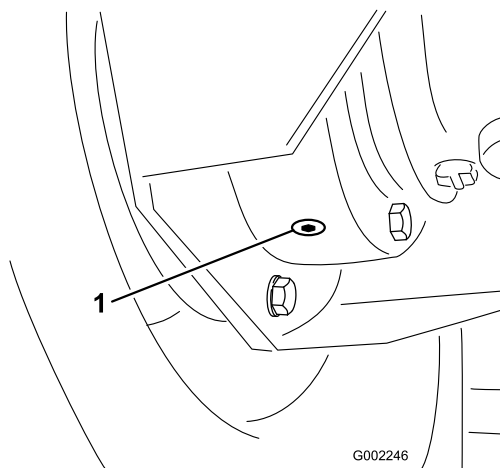

Figura 81
4. Mettete una bacinella sotto il tappo di spurgo interno e toglietelo (Figura 81).